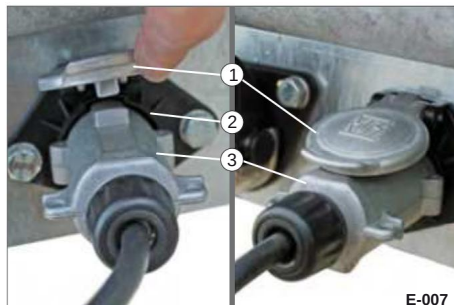

Bild 8 Kontakt parkerad
• Öppna locket (bild 8/1).
• Dra ut kontakten (Bild 8/3) ur parkeringsuttaget (Bild 8/2) – dra inte i kabeln.